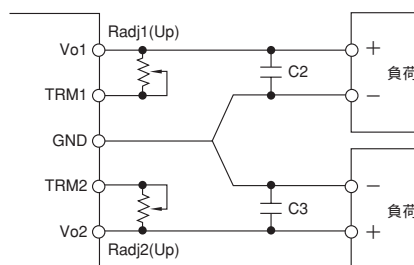

図3-2 可変抵抗接続（トリムアップ）
- a) Vo1/Vo2 端子間に接続することにより高く設定することができます。図3-2 参照